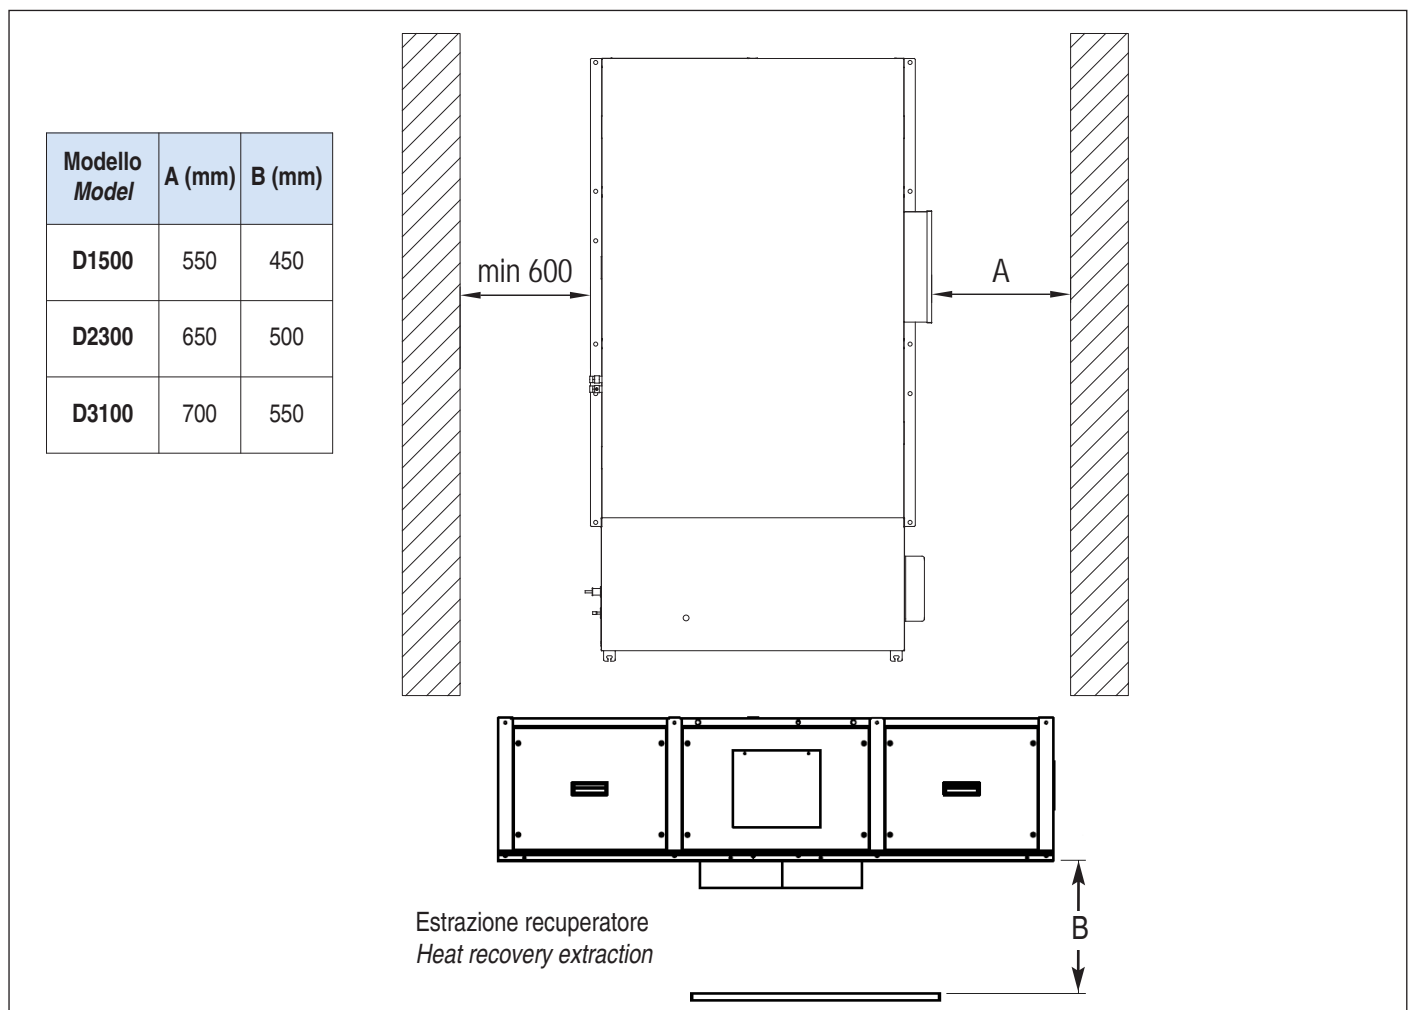

fig. 5
- Prevedere spazi tecnici adeguati tali da garantire le operazioni di installazione nonché di manutenzione e di sostituzione dei componenti quali batterie, filtri ecc. (fig. 5).
- Leave a minimum amount of free space around the unit, as shown in the figure, so as to allow for installation, maintenance and the replacement of components, such as coils, filters etc. (fig. 5).